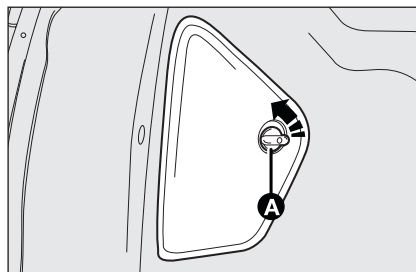
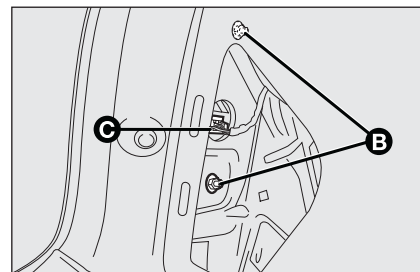

fig. 27
fig. 28
- ☐ tourner le dispositif de fixation **A-fig. 27** dans le sens inverse des aiguilles (en ce qui concerne le volet gauche) ou dans le sens des aiguilles (en ce qui concerne le volet droit) et enlever le volet de couverture;
- ☐ débrancher le connecteur électrique **C-fig. 28**;
- ☐ introduire le porte ampoule dans le groupe optique en s'assurant que l'accrochement des deux ailettes de blocage ait eu lieu; introduire le groupe optique à l'intérieur de son logement et brancher le connecteur électrique **C-fig. 28**; visser les deux écrous de fixation **B**; raccrocher le volet de couverture en veillant à introduire les languettes dans le logement prévu et en tournant le dispositif de fixation **A-fig. 27** dans le sens inverse des aiguilles (en ce qui concerne le volet gauche) ou dans le sens des aiguilles (en ce qui concerne le volet droit) pour l'accrocher.